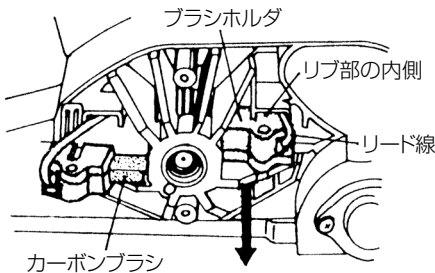

図 25
- (1) テールカバーをはずしてから、ブラシホルダを矢印方向に引き抜けば、中のブラシターミナルと一緒にカーボンブラシが取出せます。(図 25、26)
次に図 25 のように、リード線をリブ部の内側に入れて、(1) の逆に行います。